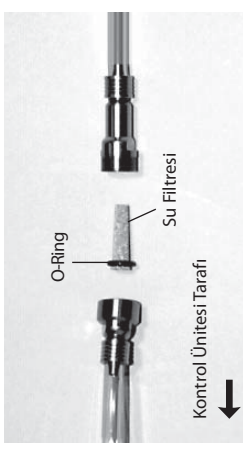

Fig.40
- 3) Su filtre kabı ayrıldığında su filtresi Fig. 40 gösterildiği gibi çıkarılabilir.